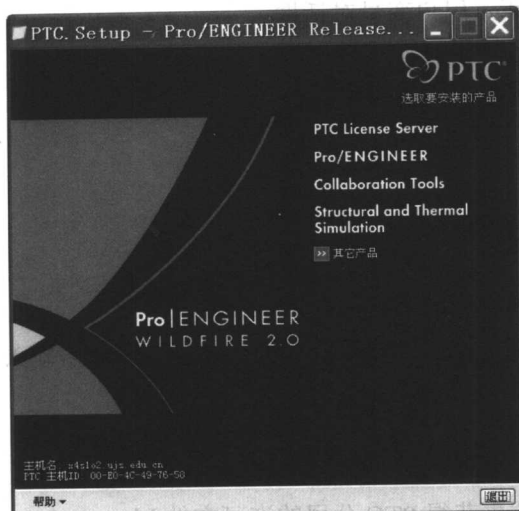

图 1-5 安装界面
① 安装光盘插入到光驱中，Pro/ENGINEER WildFire 2.0 将进行自动安装，也可以打开光盘双击 setup.exe 进行安装，将出现如图 1-4 所示的安装图标。在这个过程中，Pro/ENGINEER 将进行主机名和 PTC 主机 ID（网卡号）的搜索。安装图标闪现完毕后，将弹出如图 1-5 所示安装界面。其窗口左下方将显示主机名和 PTC 主机 ID。如果没有搜索到网卡等信息，左下方将显示 FF 等默认信息，需要用户重新进行网卡等的安装。
⑨ 当下方的进度条到达 100%后，单击右下角的【Next】，Pro/ENGINEER WildFire 2.0 已经成功地安装到机器中。此时系统还会跳转到图 1-5 所示的安装界面，可以继续 Pro/ENGINEER WildFire 2.0 中其他模块的安装。